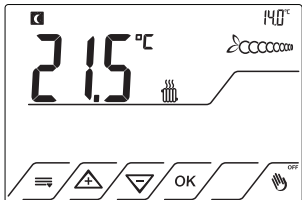

Fig.9
4.1.4 Premere il tasto OK. Fig.9